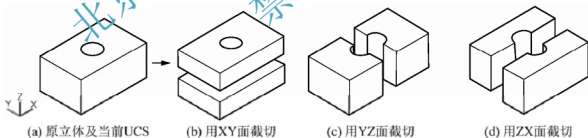

图 12-19 指定当前 UCS 的坐标面为截切平面
(5) 【XY(XY)/YZ(YZ)/ZX(ZX)】: 将剪切平面与当前用户坐标系 (UCS) 的 XY、YZ 或 ZX 平面对齐, 并指定一点定义剪切平面的位置, 如图 12-19 所示。